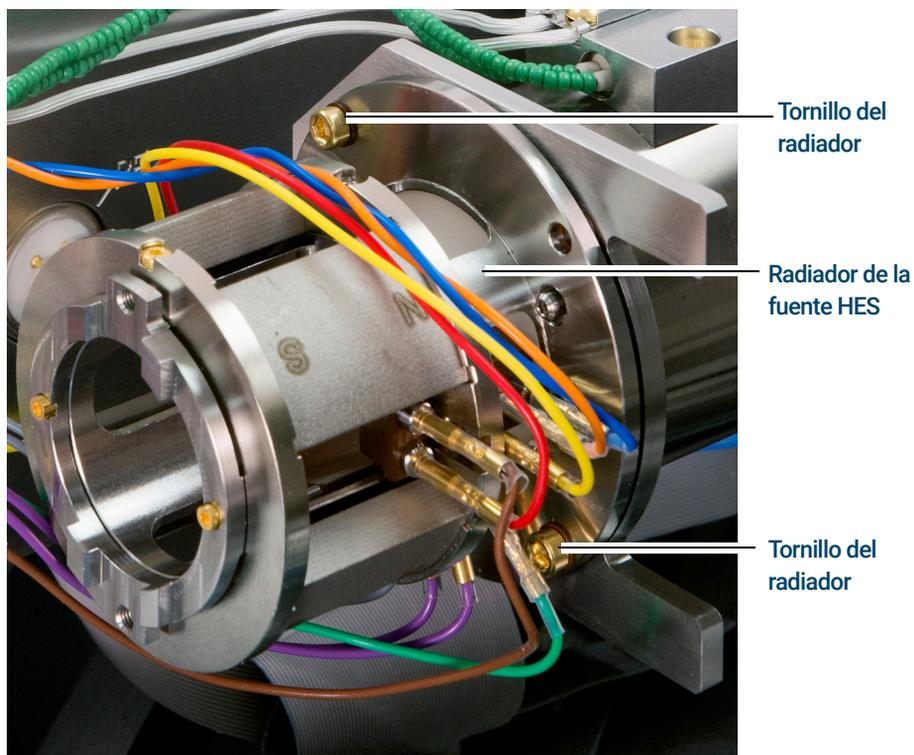

Figura 81. Sujeción del radiador de la fuente EI HES
- 1 Coloque el radiador en las clavijas guía del soporte del analizador y utilice un destornillador Torx T10 para fijarlo con los (2) tornillos chapados en oro M3 × 12 (G7002-20110). (Consulte la **Figura 81** en la página 266).